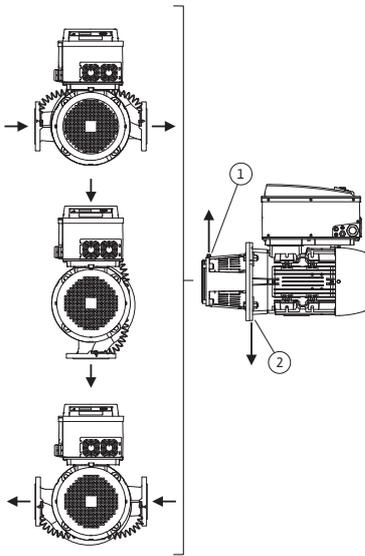
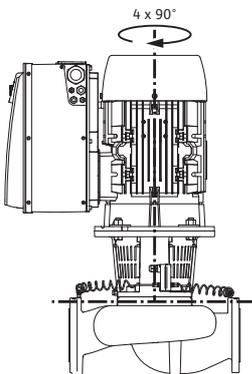

Fig. 18: Posiciones de instalación admisibles con el eje del motor horizontal
Fig. 19: Posiciones de instalación admisibles con el eje del motor vertical
Las posiciones de instalación admisibles con el eje del motor horizontal y el módulo electrónico hacia arriba (0°) se representan en la Fig. 18. No están representadas las posiciones de instalación admisibles con el módulo electrónico montado lateralmente ($\pm 90^\circ$). Es admisible cualquier posición de instalación, excepto "módulo electrónico hacia abajo" (-180°). La purga de la bomba solo se garantiza si la válvula de ventilación se orienta hacia arriba (Fig. 18, pos. 1). Solo en esta posición (0°), el condensado de la linterna y el motor (Fig. 18, pos. 2) puede evacuarse directamente a través del orificio existente.
Las posiciones de instalación admisibles con el eje del motor vertical se representan en la Fig. 19. cualquier posición de instalación es admisible, excepto montar el "motor orientado hacia abajo".
- Con el eje del motor en horizontal, la válvula de ventilación en la linterna (Fig. 6, pos. 1.31) tiene que mirar siempre hacia arriba (Fig. 6a: y Fig. 6b:). Con el eje del motor en vertical se admite cualquier orientación. Consulte a este respecto también Fig. 18: „Posiciones de instalación admisibles con el eje del motor horizontal“ en la página 27 y Fig. 19: „Posiciones de instalación admisibles con el eje del motor vertical“ en la página 27.
- Con el eje del motor en horizontal, el orificio de condensación debe estar hacia abajo (Fig. 18, pos. 2). Si no es así, gire el motor convenientemente.